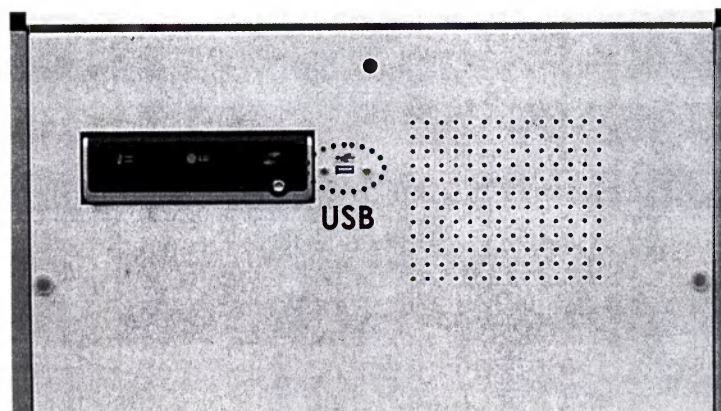

Рисунок 126
- вставить накопитель в USB разъем на передней панели монитора (см. рисунок 126);